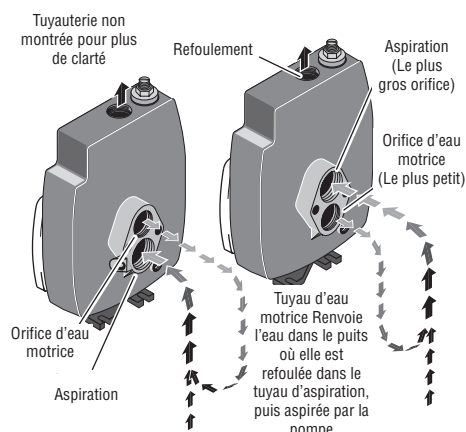

Figure 2 - Fonctions d'eau motrice et d'aspiration
3. Si l'ancienne pompe comporte un tuyau d'aspiration (le plus grand orifice — voir la Figure 2) sous l'orifice de pression, un tuyau souple devra être branché entre la tête du puits et la pompe pour que le branchement soit fait comme il faut.